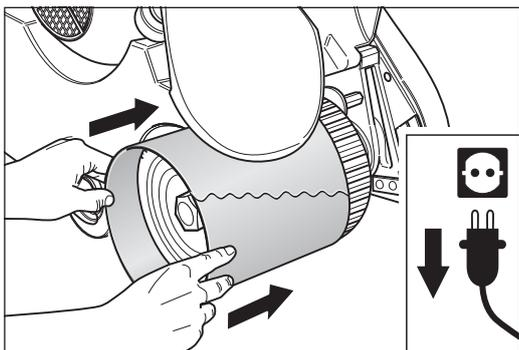

Abb. 32 Die Schleifhülse soweit über die Schleifwalze schieben, bis sie beidseitig gleichmäßig übersteht.
- 5 Schieben Sie die Schleifhülse soweit über die Schleifwalze, bis das Schleifmittel auf beiden Seiten der Schleifwalze gleichmäßig übersteht (Abb. 32).